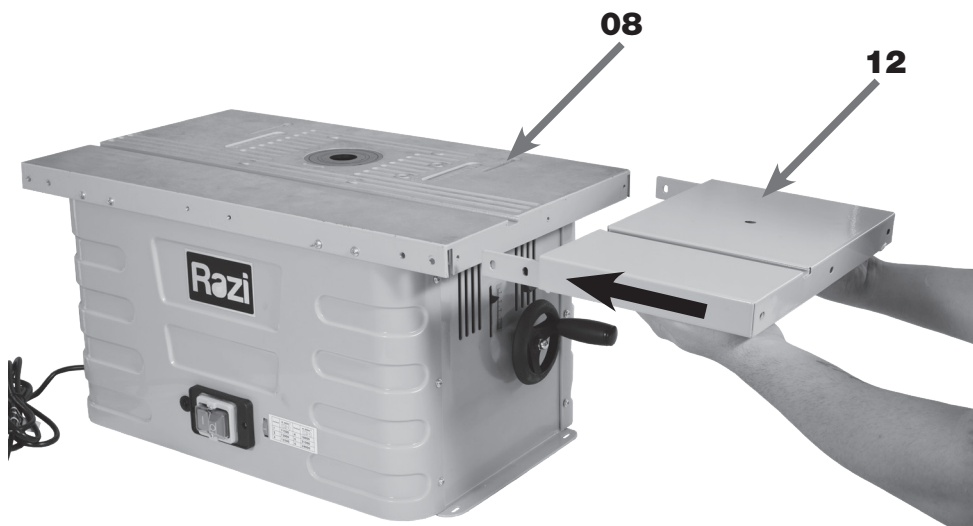

FIGURA 15 - Montagem da Mesa Extensora
3. ENCAIXAR as Mesas Extensoras (12) nas laterais da Mesa de Trabalho (08) de acordo com a figura 15;